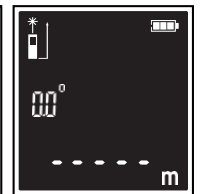

Fig. 5
- Appuyez sur le bouton . L'indication du laser ainsi que l'indication de la capacité de la batterie s'affiche. (Fig. 5)